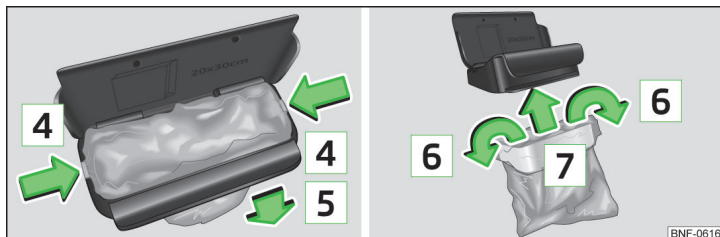

Fig. 55 Udskiftning af pose
- Tryk de to låsetapper af rammen i pilens retning » Fig. 55.